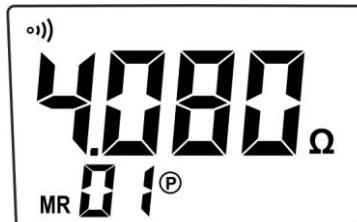

Fig. 29: Rappel des données à l'écran
2. Appuyez longuement pendant plus de 2s la touche **MEM** pour accéder à la zone de mémoire. L'instrument affiche les dernières données enregistrées dans la mémoire et le symbole « **MR** » (voir Fig.29)